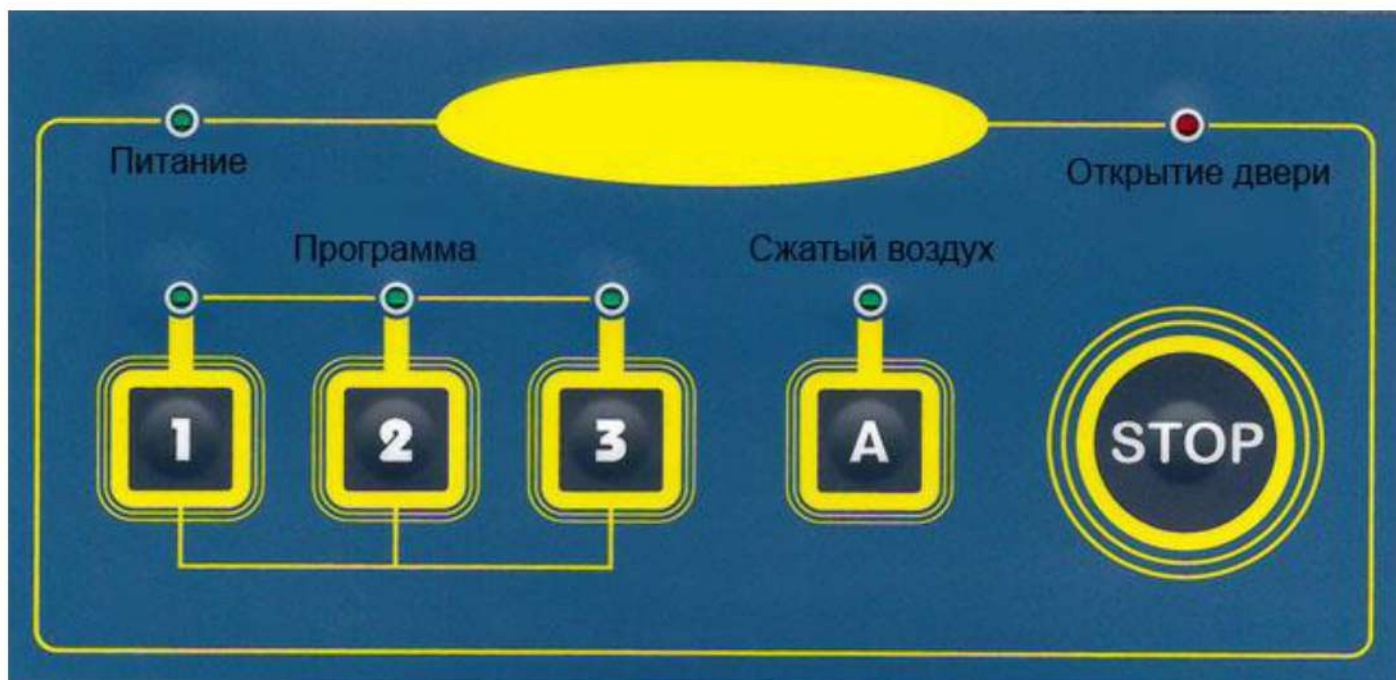

Рисунок 2
- Отключить программу в любой момент можно нажав кнопку STOP на кнопочной панели (рис.2).